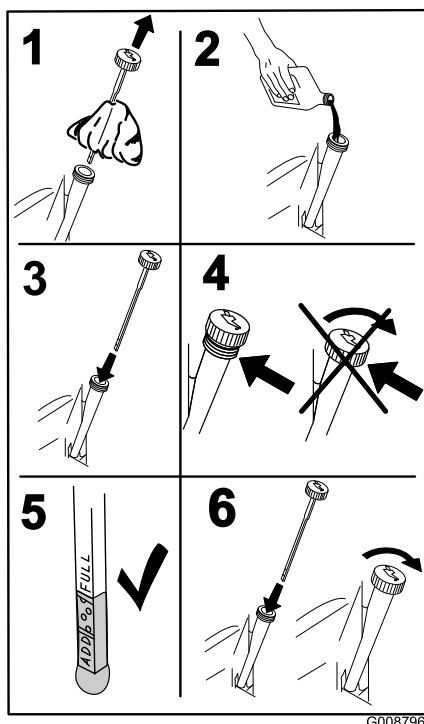

Figura 40
4. Vierta lentamente un 80% aproximadamente del aceite especificado por el tubo de llenado, luego añada lentamente el resto del aceite hasta que llegue a la marca **Full** (Figura 40).